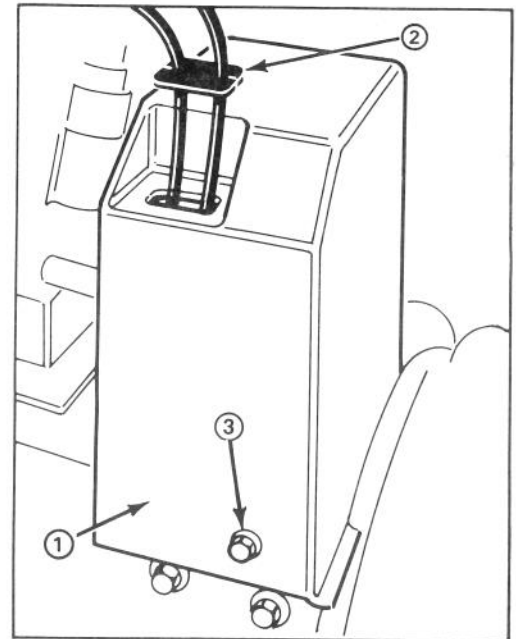

Abbildung 25
1. Die drei (3), die Riemenabdeckung am Motorrahmen befestigenden Kopfschrauben entfernen und die Abdeckung auf den Kabeln nach oben schieben (Abb. 25).
8. Die das Kabel an die Schelle befestigenden Gegenmuttern an dem auszuwechselnden Riemen entsprechenden Steuerkabel lösen (Abb. 25). Beim Auswechseln des (der) Riemen(s) muß das Kabel zum Gleiten in der Schelle frei sein.